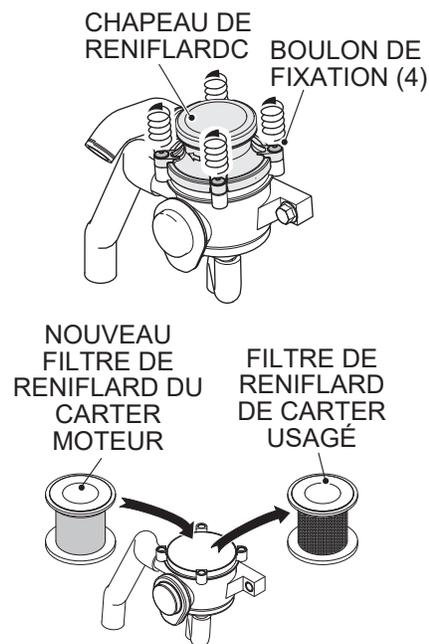

Figure 42. Remplacement du filtre d'aération du carter de vilebrequin
1. Desserrez les quatre boulons de montage du bouchon du reniflard (Figure 42).